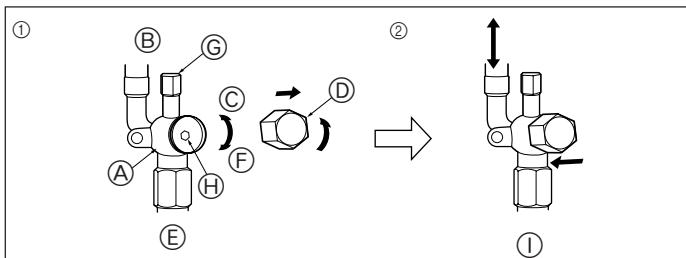

Fig. 5-6
5.5. Wijze van openen van de afsluitkraan (Fig. 5-6)